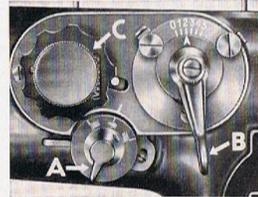

Abb. 28 Die Automatic- und die Überstichstell-Vorrichtung
**Das Einstellen der verschiedenen Sticharten** (Abbildung 28). Die Abbildung 28 zeigt die Überstichstell- und die Automatic-Einrichtung, die in den nachfolgenden Abschnitten genau beschrieben ist und mit der man sich vertraut machen muß. Sie besteht im wesentlichen aus folgenden Teilen: